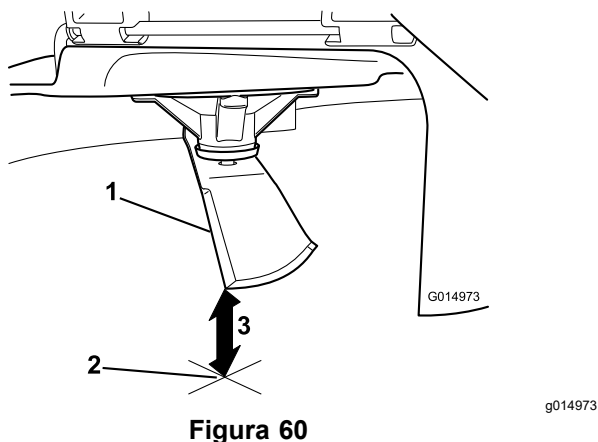

Figura 60
5. Mida desde la punta de la cuchilla hasta la superficie plana (**Figura 60**).